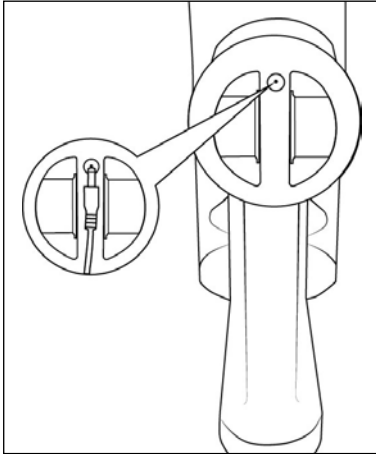
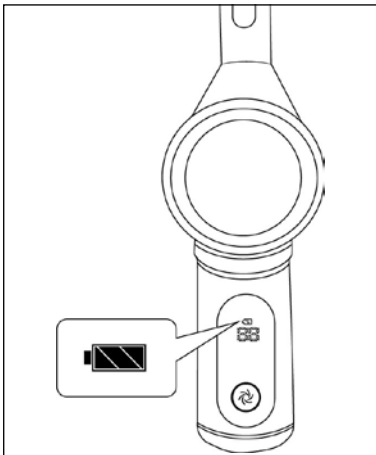

Abb. 6
Abb. 7
- ◆ Setzen Sie den Staubsauger von oben in die Wandhalterung **16** und stecken Sie den Hohlstecker **13** in die Ladebuchse **30** am Gerät (siehe Abb. 6). Die Batterieanzeige **23** beginnt zu blinken und der Ladevorgang startet (siehe Abb. 7).